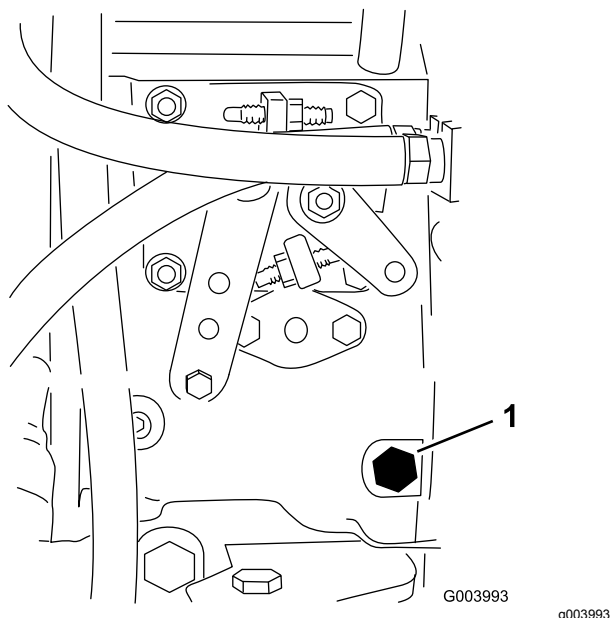

図 21
3. 12mmのレンチを使って、燃料噴射ポンプ図 21 についているエア抜きねじを開く。